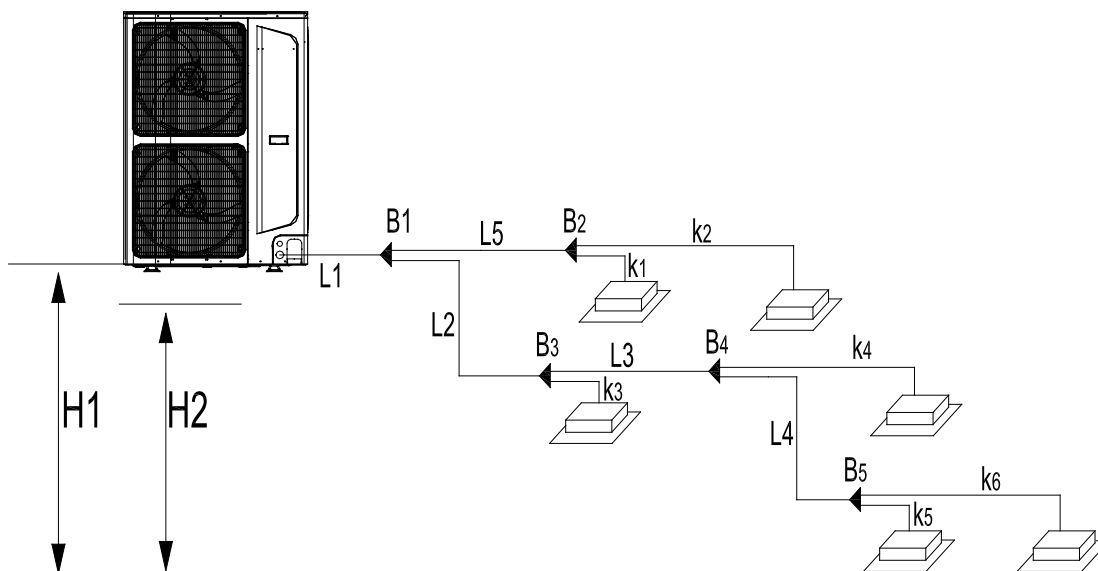

Рис.1.7
Параметры фреоновой трассы (см.рис.1.7)	Модель наружного блока
1.5.4 Требования при взаимном расположении блоков системы (см. рис.1.7, табл.1.5)